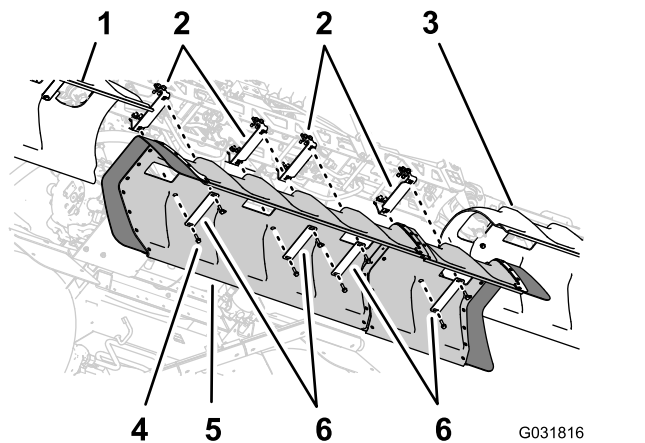

**Figura 184**
2. Nella prolunga della sezione della barra centrale, individuate le 2 coppie di fori sulla superficie verticale del telaio della trave con una distanza tra i fori di 25 mm (1") (Figura 184).
3. Allineate i fori in una staffa di supporto (n. cat. Toro 131-3703-03) ai fori nella prolunga per la sezione della barra centrale che avete individuato al passaggio 2 con la flangia larga della staffa a sinistra; fate riferimento a Figura 184.
4. Montate la staffa di supporto sul telaio della trave (Figura 184) con 4 bulloni a testa flangiata (3/8" x 1 1/4" - N. cat. Toro 110-5050) e 4 dadi di bloccaggio flangiati (3/8" - N. cat. Toro 104-8301).